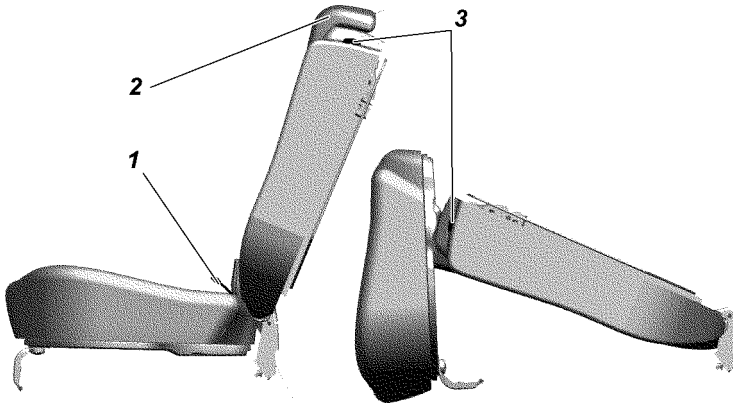

Рис. 3.33. Заднее трехместное сиденье:
Заднее трехместное сиденье (рис. 3.33) состоит из одноместной и двухместной подушки и одноместной и двухместной спинки.
- потяните за петлю 1 (рис. 3.33) и установите подушку в вертикальное положение;
- потяните за рычаг 3 по направлению движения автомобиля, освободив спинку, уложите ее, как показано на схеме, рис. 3.33;